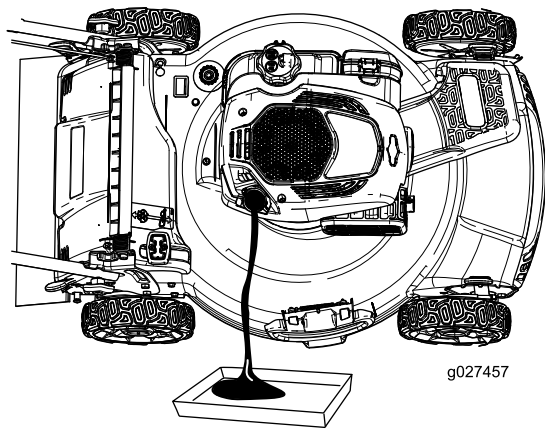

Figura 26
- Înclinați maina pe o parte (astfel încât filtrul de aer să fie orientat în sus) pentru a scurge uleiul uzat din tubul de umplere cu ulei (Figura 26).